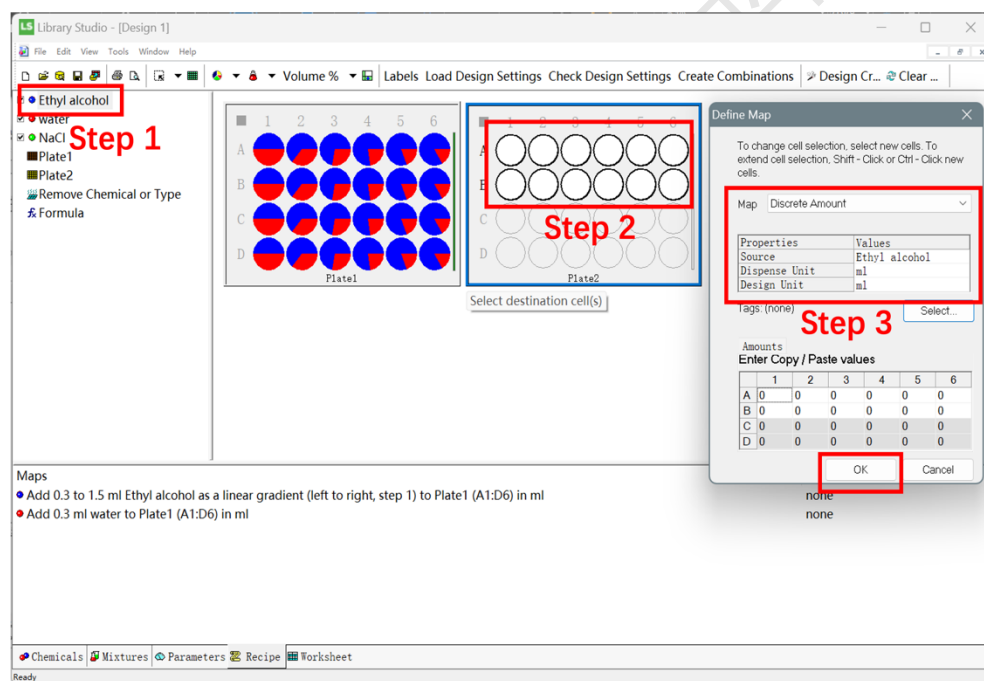

图 6-2-8
- 3) 添加化学品到实验板位中：如图 6-2-8，按照实验顺序，选中“Sources”中的对应化学品，并直接拖入对应板位中，再在板位上选中需要添加该化学品的孔位（若需加入多个孔位，可以直接拖拽选择连续孔位，或者按下“Ctrl”键后鼠标左键选择相应孔位）。随后在出现的“Define Map”窗口中，设置该化合物的单位（Dispense Unit 及 Design Unit，两个单位必须保持一致），所选单位应与样品类型匹配（例如，固体选 mg/ μ g，液体选 mL/ μ L）。其中“Map”选项的下拉菜单中也有多种输入方式可选，包括手动输入（Discrete Amount）、表格导入（Exists）、百分比递增（Geometric）、梯度递增（Gradient）、统一（Uniform）等。完成后选择“OK”，用同样的方法编辑添加其他化学品。